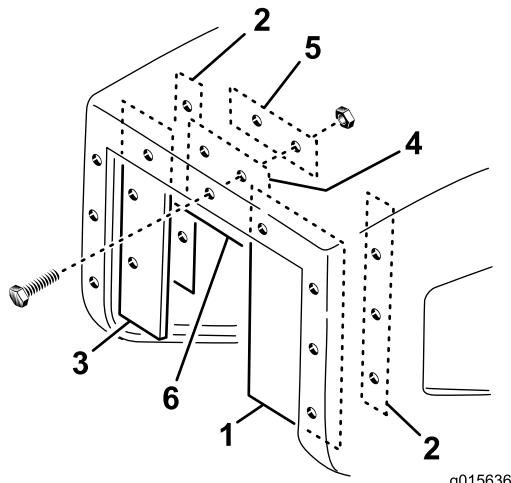

Figura 23
- Sujete el protector ancho al borde derecho interno de la apertura de la tolva con una arandela larga, 3 tornillos (Nº 10 x 1") y tuercas con arandela prensada (Nº 10), como se muestra en Figura 23.
- Sujete el protector estrecho al borde izquierdo interno de la apertura de la tolva con una arandela larga, 3 tornillos (Nº 10 x 1") y tuercas con arandela prensada (Nº 10), como se muestra en Figura 23.
- Sujete el protector superior al borde superior interno de la apertura de la tolva con una arandela corta, 2 tornillos (Nº 10 x 1") y 2 tuercas con arandela prensada (Nº 10-24), como se muestra en Figura 23.